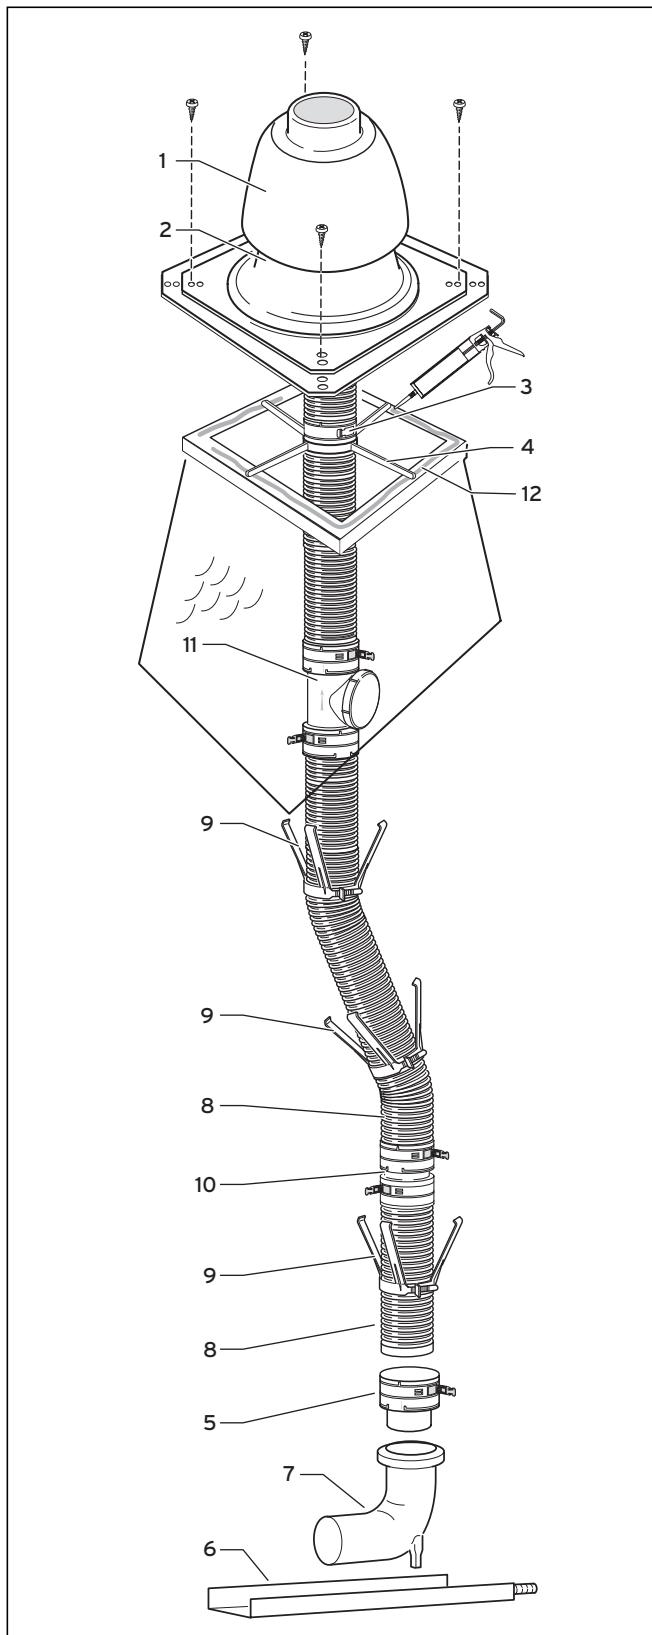

Рис. 4.37 Системная конструкция гибкого отвода ОГ
- ▶ Надвиньте нижний конец отвода ОГ (8) до упора во вставной элемент (5) и закрепите его защелкивающимися запорами.
- ▶ Смонтируйте распорки (9, → рис. 4.37) на расстоянии не более 2 м от отводов ОГ.
- ▶ Сдвиньте монтажную крестовину (4) над отвод ОГ (8), на стенку шахты (→ рис. 4.37).
- ▶ Сдвиньте подсоединительное кольцо (3) над отвод ОГ (8) и зафиксируйте его замком над монтажной крестовиной (4). Выпускной газопровод висит в монтажном кресте.
- ▶ Уплотните устья (12) силиконом.
- ▶ Закрепите основание шахтной насадки (2) четырьмя болтами на краю устья.